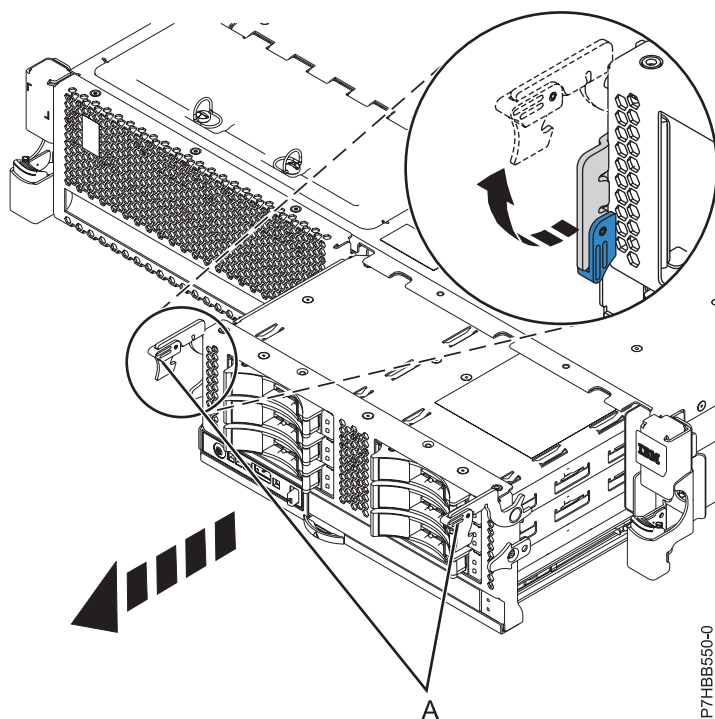
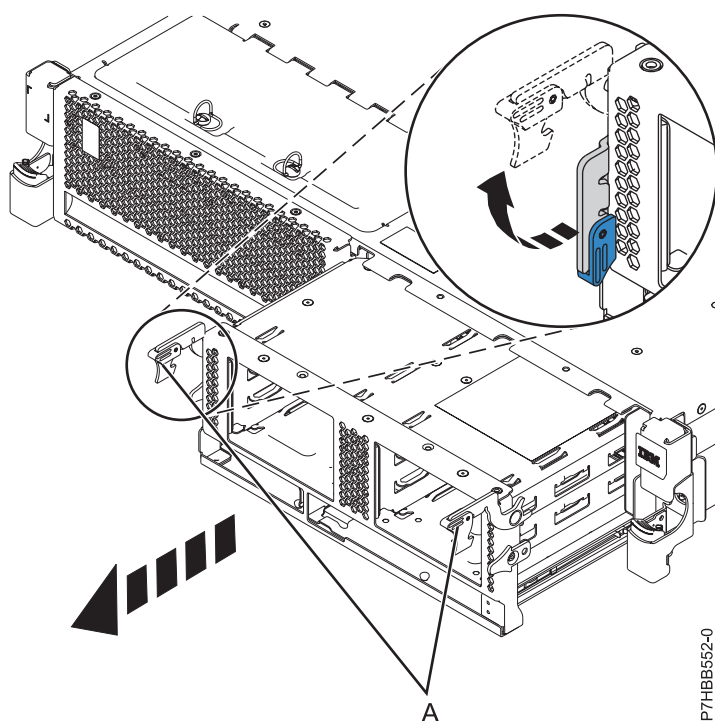

Figura 6. Extracción de la placa posterior llena de unidades de disco
Figura 7. Extracción de la placa posterior vacía de unidades de disco
13. Desbloquee la placa posterior de la unidad tirando de las asas (A) para abrirlas desde el centro de la placa posterior, como se muestra en Figura 6 en la página 8 y en Figura 7 en la página 8.